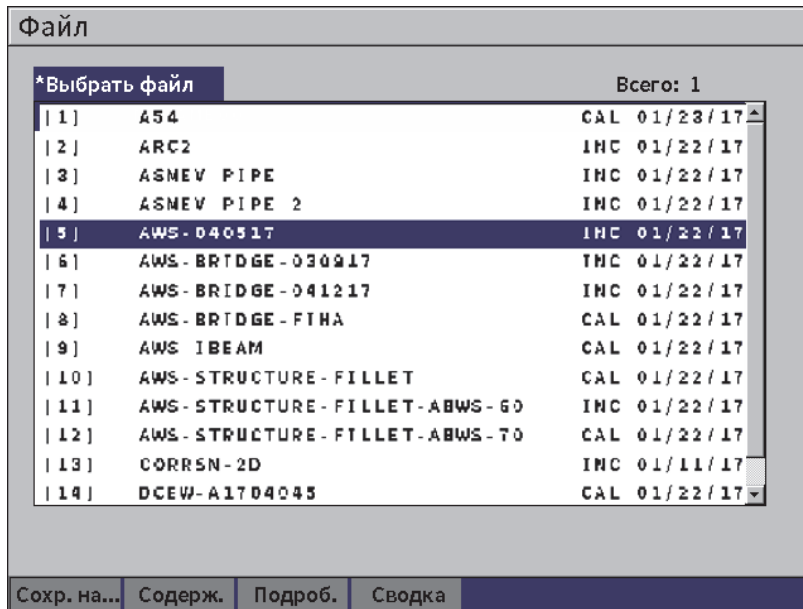

Рис. 9-4 Страница настройки Файл
1. В меню **Настройки** выберите значок **Файл**, чтобы открыть страницу настройки **Файл** (см. Рис. 9-4 на стр 131).
1. Выделив нужный файл, нажмите клавишу Enter, затем клавишу Tab, чтобы выделить параметр **Сохран. на...** (см. Рис. 9-4 на стр 131).